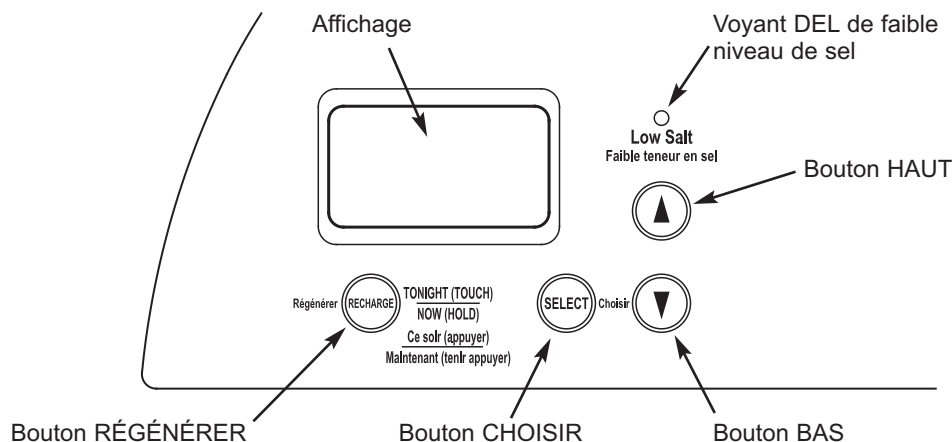

FIG. 16
5. Amorçez la régénération en appuyant le bouton RÉGÉNÉRER pendant 3 secondes (voir la figure 16 à la page 12). Le moteur de la soupape se met en marche et la soupape avance en position « Remplir ».